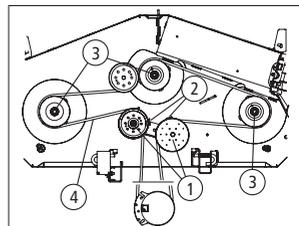

Fig. 33
- Solte, mas não remova, os parafusos nas polias de tensão (1) da direita e esquerda. Tome nota da posição dos protetores da correia (2) para assegurar que serão reinstalados adequadamente. Em algumas bandejas pode ser necessário remover as proteções do eixo (3) de maneira a remover ou instalar a nova correia. Para remover as proteções do eixo, remova os parafusos que as fixam à bandeja [Fig. 33].
- Cuidadosamente remova a correia (4) ao redor das polias de tensão (1) e das polias de eixo (3).
- Coloque a correia ao redor das polias de tensão (1) que foram removidas na etapa acima com o lado "V" voltado para dentro. Uma vez em seu lugar, reinstale todos os parafusos e aperte a porca autotravante para assegurar a montagem.